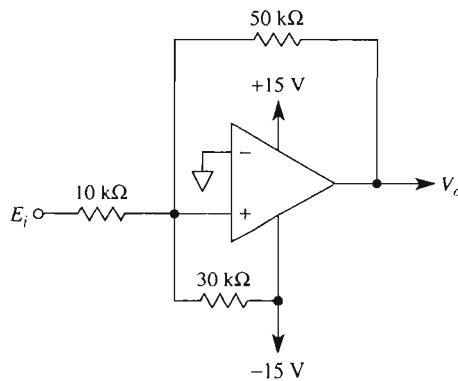

FIGURE P4-10
- 4-10. For the circuit of Fig. P4-10 calculate (a) V_{cu} ; (b) V_H ; (c) V_{UT} ; (d) V_{LT} . Assume that $\pm V_{sat} = \pm 15$ V.